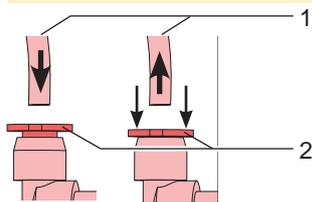

Bild 3 Stecken (links) und Ziehen (rechts) von Schläuchen
Lösering (2) am Steckverbinder drücken, um Schläuche (1) aus den pneumatischen Steckverbindern zu ziehen (Bild 3 rechts).